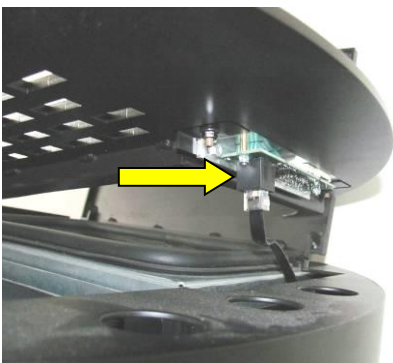

Abb. 12: Kabelverbindung Bedienboard
2. Gerätedeckel nach oben heben. Das Bedienboardkabel vom Bedienboard lösen (Kabel ist geclipst siehe Abb. 12).